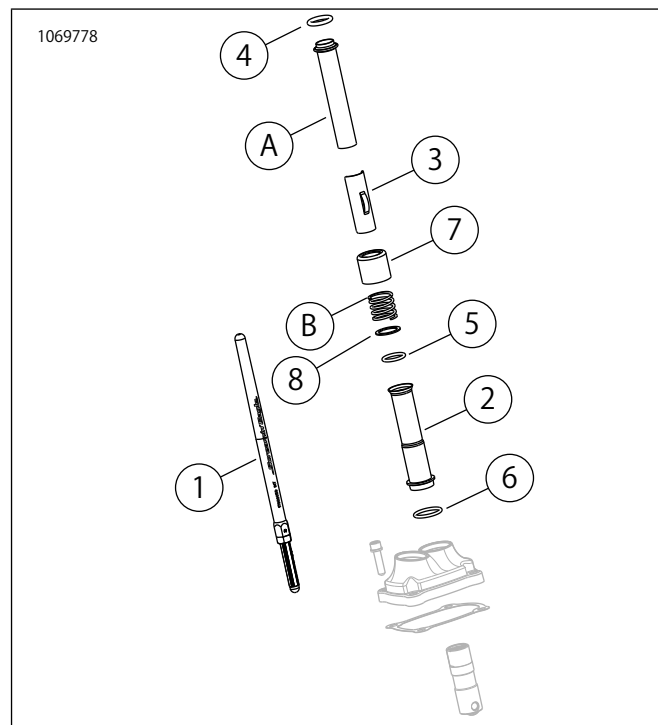
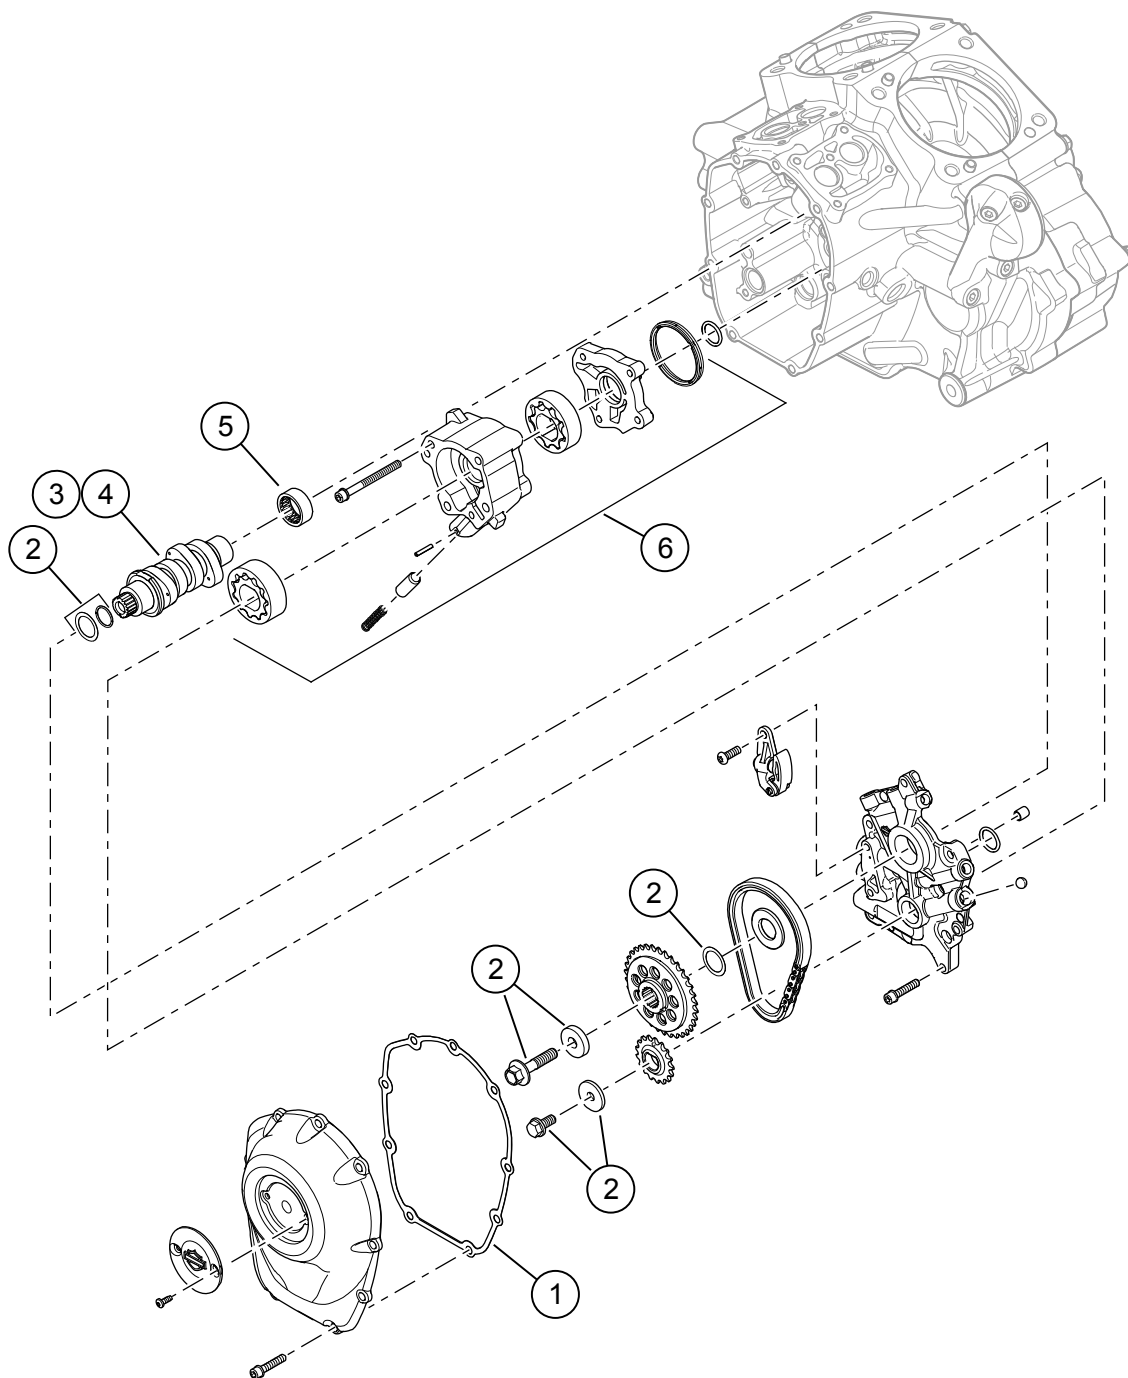

図3。交換用パーツ
図4。交換用パーツ:Screamin' Eagle Milwaukee-eightステージ2キット
「」を参照 図3を 図4、および表2を 表3。
1. 図4オイルポンプを取り付けます。サービスマニュアルの「エンジン」を参照してください。